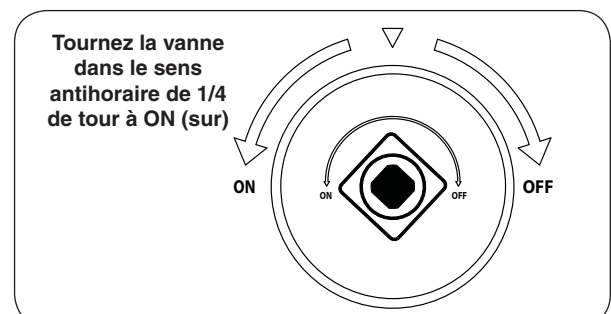

Fig. 42-2 SUR/ÉTEINDRE vanne clé détail
3. Tournez la SUR/ÉTEINDRE vanne clé de la hauteur dans le sens antihoraire de 1/4 de tour à la position **ON** (sur) (Fig. 42-2).
4. Localisez la télécommande et appuyez sur la touche **ON** (sur) (voir Fig. 42-2). La séquence d'allumage commence.